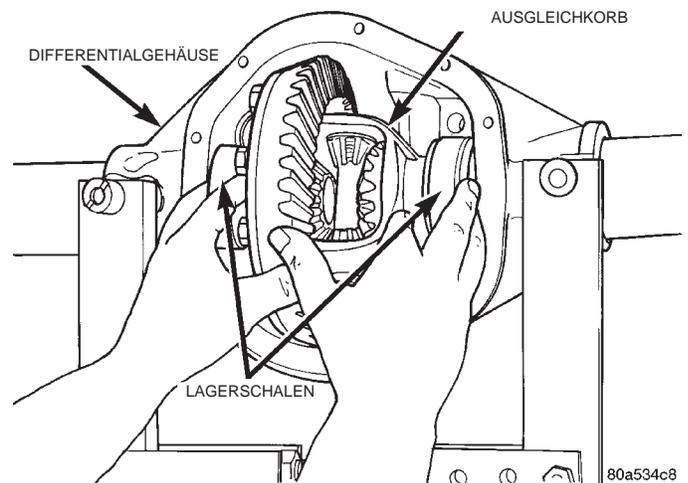

Abb. 27 Ausgleichkorb ausbauen
(12) Lagerschalen der Differentiallager festhalten und den Ausgleichkorb aus dem Gehäuse ausbauen (Abb. 27).
(13) Auf den Lagerschalen der Differentiallager Paßmarkierungen anbringen, damit sie später auf derselben Seite wieder eingebaut werden können.
(14) Die Beilagen der Differentiallager aus dem Gehäuse nehmen und aufbewahren. Auf den Beilagen Paßmarkierungen anbringen, damit sie später auf derselben Seite wieder eingebaut werden können.
(15) Das Spreizwerkzeug vom Differentialgehäuse abbauen.